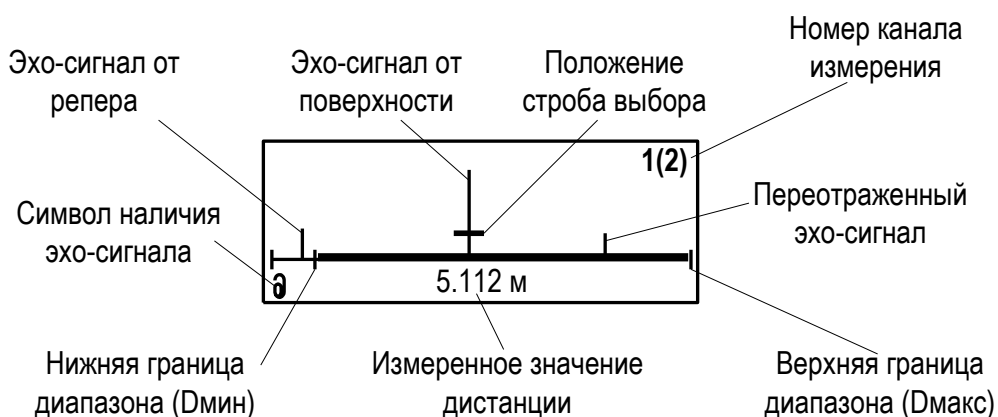

Рис.2. Вид окна Развертка.
1.1.8. В уровнемере предусмотрена возможность индикации в графической форме регистрируемых сигналов, попадающих в заданный диапазон измерений. Сигналы отображаются в окне **РАЗВЕРТКА (Настройка / Параметры объекта / Развертка)** в порядке прихода по времени (рис.2).